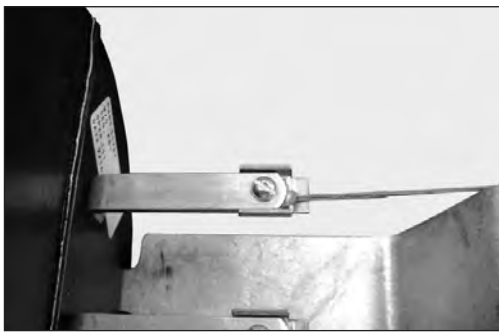

Figura 69
10.5 O elemento de tração deve ficar preso no suporte “L” do cabeçote lateral posicionado ao lado oposto da entrada do cabo (figura 69).